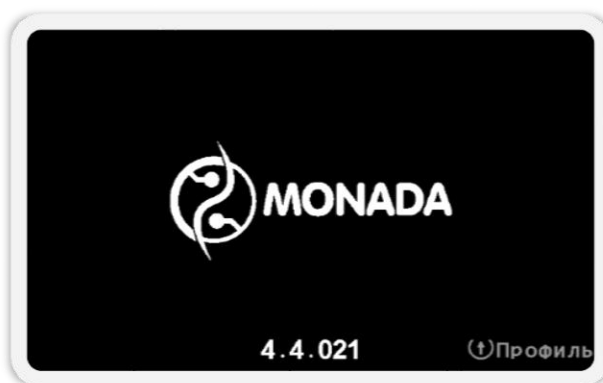
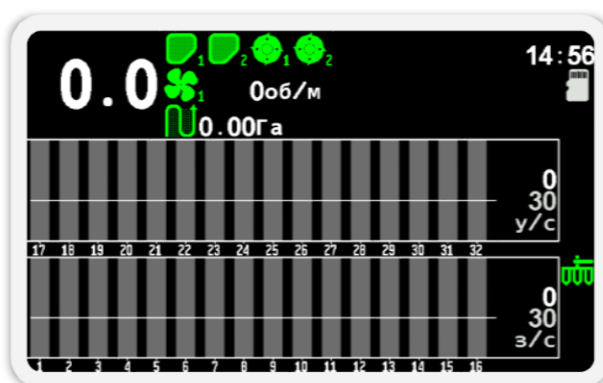

Рисунок 48 Экран загрузки
Рисунок 49 Главный экран
2. Включите панель оператора. Убедитесь, что индикатор питания светится зеленым цветом (см. Рисунок 1, п.6), а на дисплее панели оператора появился экран загрузки с логотипом²¹ (см. Рисунок 48). Через некоторое время на дисплее появится «Главный экран»²² (см. Рисунок 49).